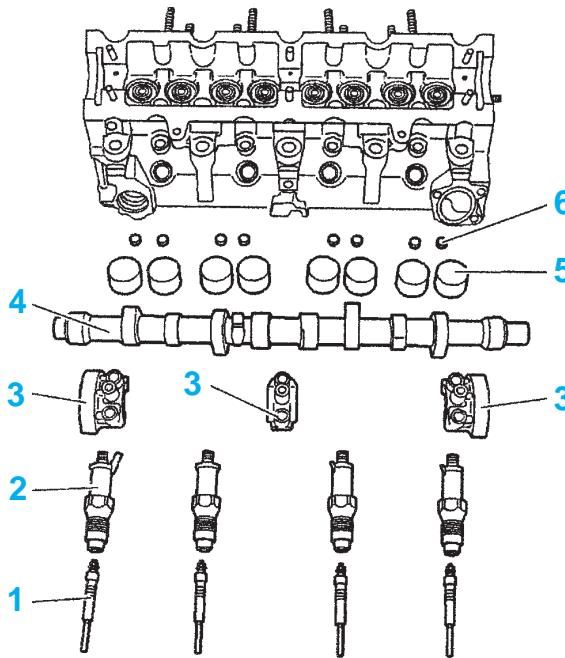

fig. Mot. 139
- les bougies de préchauffage (1) (fig. Mot. 139)
- les injecteurs diesel (2)
- les chapeaux de paliers d'arbre à cames (3)
- l'arbre à cames (4)
- les poussoirs de soupapes (5) (repérer leurs emplacements)
- les grains de réglage (6) (repérer leurs emplacements)
- les grains de réglage (6) (fig. Mot. 139)
- les poussoirs de soupapes (5)